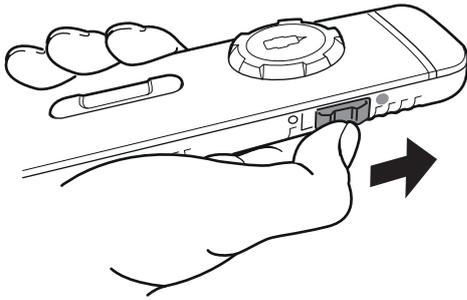

Fig. 12
- Faites glisser l'interrupteur à coulisse latéral vers le haut (Fig. 12).